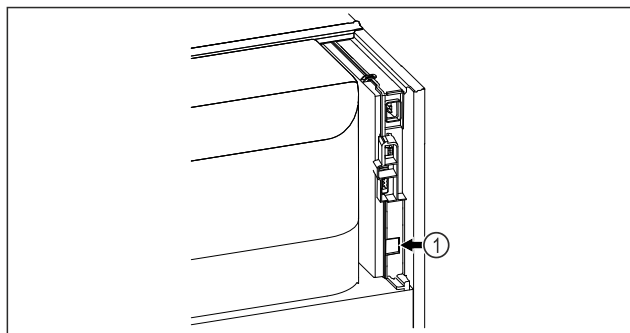

Fig. 62
- Se utiliza SmartModule Fig. 62 (1).